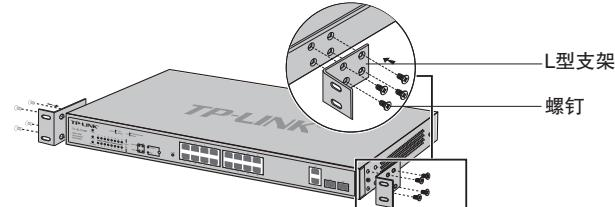

图2-2 支架安装示意图
2. 将配件中的两个L型支架分别安装在交换机面板的两侧，并用配件中提供的螺钉固定，如**图2-2**所示；